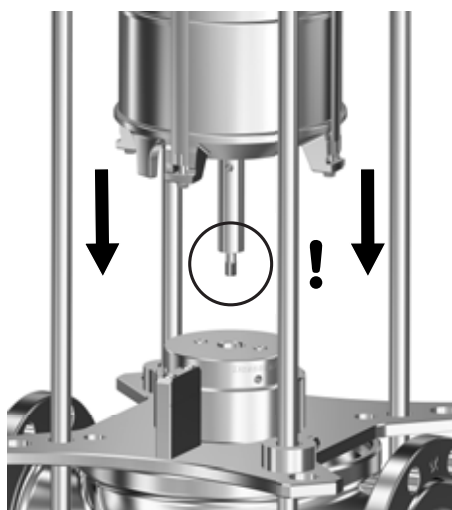

Рис. 22 Установка комплекта камер на приспособлении Н2
5. Установите комплект камер на приспособление Н2. См. рис. 22. Убедитесь, что торец вала насоса закрепился в приспособлении.